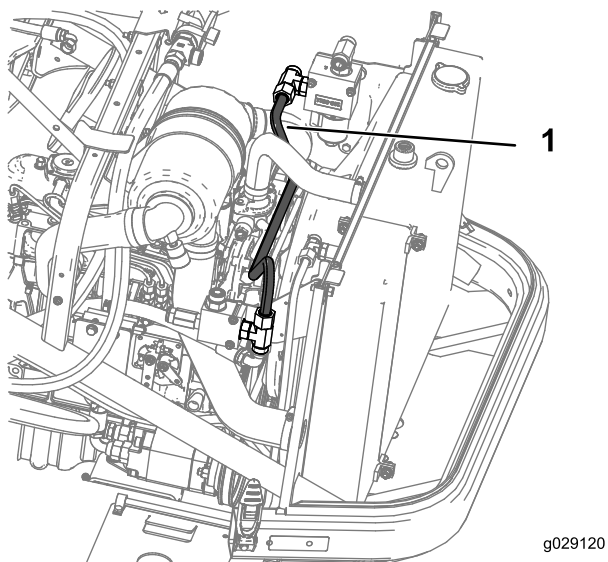

Figura 29
9. Instale el tubo hidráulico D desde el acoplamiento adaptador en T (5/8" macho) en el conjunto del colector derecho hasta el acoplamiento adaptador en T (5/8" macho) en el conjunto del colector izquierdo, como se muestra en Figura 29.